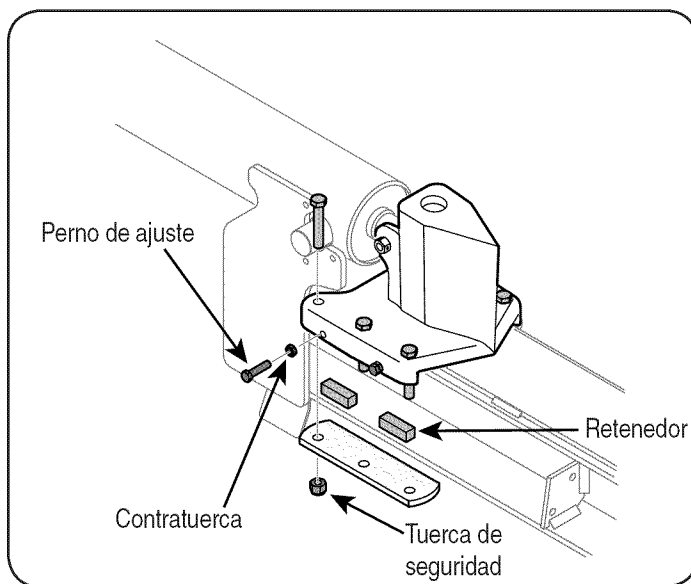

Figura 16
1. Afloje las contratuercas de los dos pernos de ajuste que se encuentran a los costados de la cuña. Vea la Figura 16.
1. Afloje las tuercas de seguridad que se encuentran debajo de cada contraplato y deslice los retenedores hacia afuera. Vea la Figura 16.